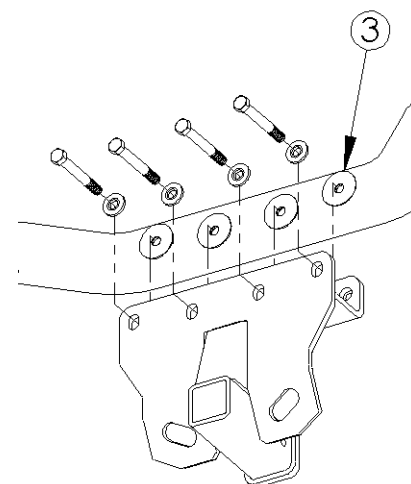

FIGURA 2
- Si hay un espacio excesivo entre las superficies verticales del enganche y las estructuras del parachoques, las arandelas planas se deben usar como cuñas. Se pueden fijar en su lugar con cinta de celofán. Ver Figura 2.